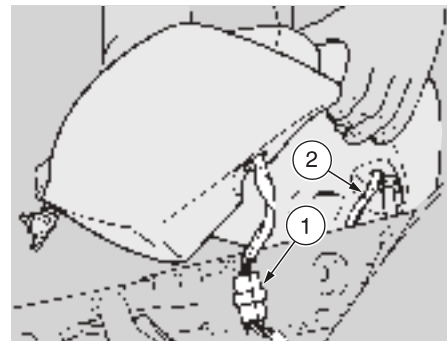

Fig. 37
- ◆ Levante lentamente el depósito (Fig. 37) y desconecte el conector-indicadores (1-Fig. 37) y el del cable luces salpicadero (2-Fig. 37).